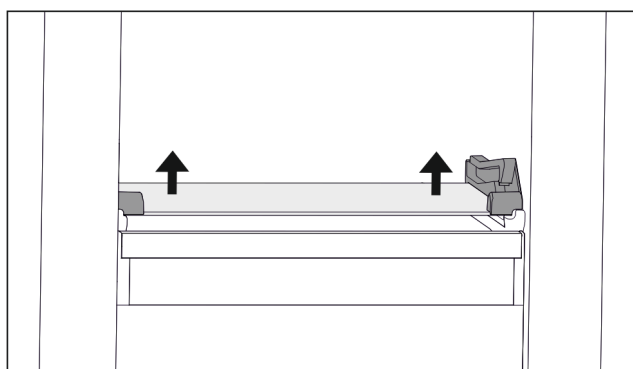

Fig. 72 Den nedklappelige skuffes glasplade
- ▶ Tryk glaspladen op nedefra i begge sider. (se Fig. 72)